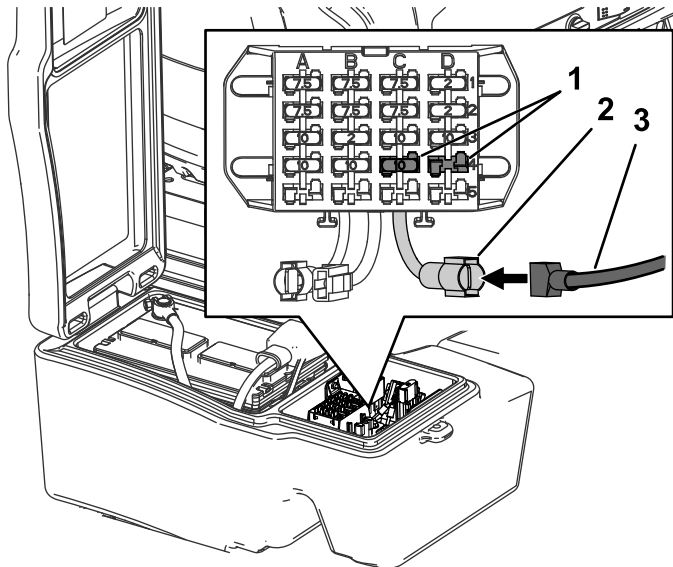

Figura 24
4. Enchufe el terminal del arnés de cables en el cable eléctrico auxiliar que sale del bloque de fusibles, según se muestra en Figura 24.